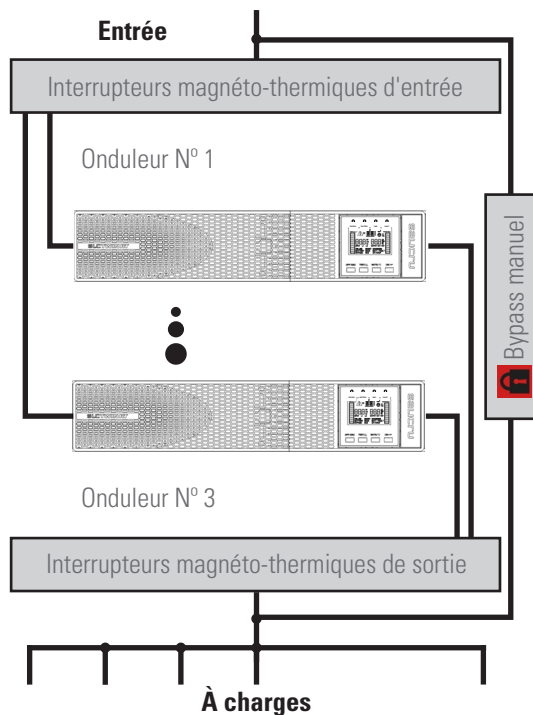

Fig. 18. Installation en parallèle de 2 onduleurs de 4 à 10kVA avec tableau de protections et bypass manuel.
- Il est nécessaire de prévoir l'installation des systèmes en parallèle, un tableau avec des protections individuelles d'entrée et de sortie, en plus d'un bypass manuel à blocage mécanique, voir Fig. 18.
- Dans la Fig. 18 un tableau électrique avec bypass manuel est représenté conceptuellement pour un système en parallèle, représentatif d'un seul équipement adaptant le nombre d'interrupteurs.